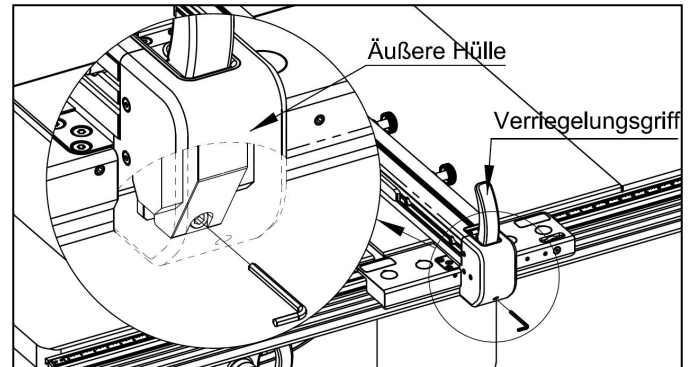

Abb. 6-23
5. Feineinstellung der vorderen Verriegelungskraft: Heben Sie, wie in Abb. 6-23 gezeigt, den Verriegelungsgriff an und verwenden Sie einen 6-mm-Sechskantschlüssel, um die Schraube in der Außenhülle einzustellen. Lösen Sie die Schraube zunächst vollständig gegen den Uhrzeigersinn und drehen Sie sie dann im Uhrzeigersinn, bis Sie einen spürbaren Widerstand spüren. Um die Einstellung abzuschließen, drehen Sie den Schlüssel um ca. 60 Grad (4.2mm einer Umdrehung) gegen den Uhrzeigersinn.